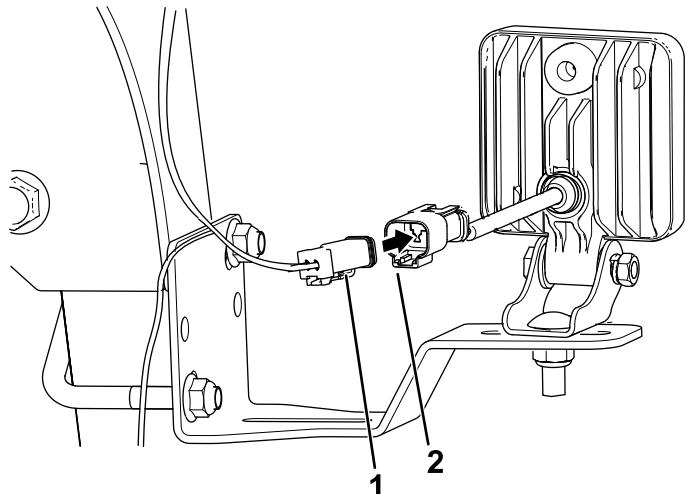

Figura 19
1. En la luz LED encima del interruptor de luces, conecte el conector hembra de 2 vías del arnés de cables en el conector de 2 pines de la luz LED (Figura 19).
2. Al otro lado de la máquina, conecte el conector hembra de 2 vías del arnés de cables al conector de 2 pines de la luz LED (Figura 19).